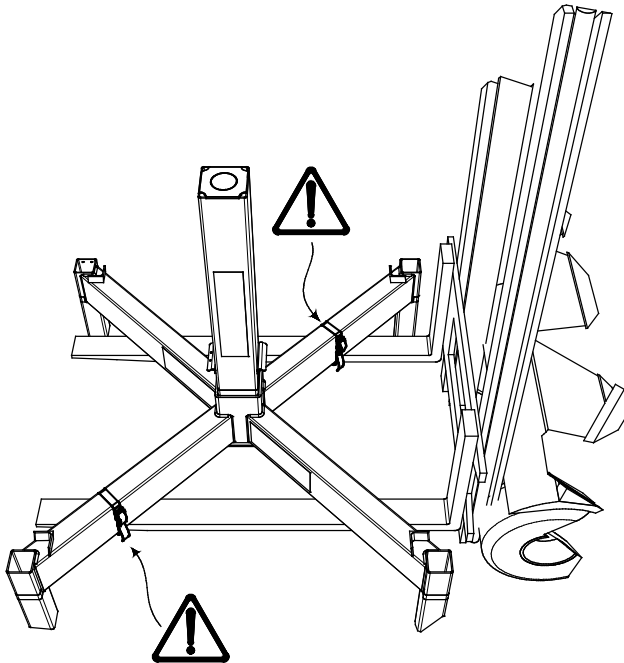

Abbildung 26. Verwenden Sie die mitgelieferten Combistraps, um den oberen Rahmen vor dem Anheben an den Gabeln zu befestigen.
7. Verwenden Sie einen Gabelstapler und platzieren Sie die Gabeln unterhalb der horizontalen Rohre des oberen Rahmens. Spreizen Sie die Gabeln so weit wie möglich und sichern Sie dann vor dem Anheben bei Bedarf den oberen Rahmen mit den zwei mitgelieferten Combistraps. Die Straps sind diagonal zu jeder Gabel anzubringen, um ein sicheres Anheben zu gewährleisten. Siehe Abbildung 26 unten. Denken Sie daran, dass die Straps festgezogen sein müssen.